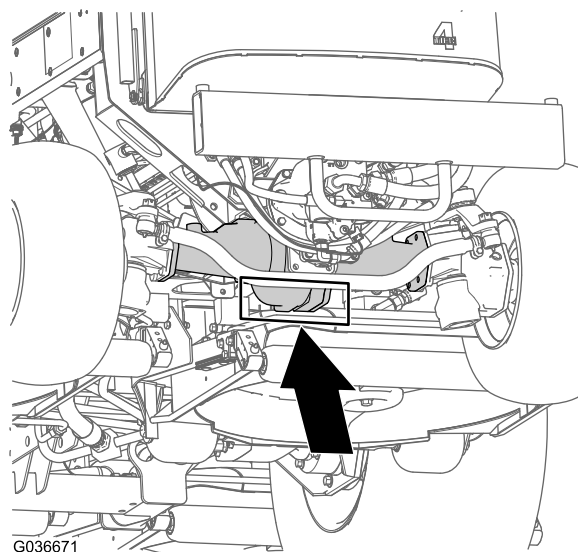

Figura 41
**Parte trasera de la máquina:** en el centro del eje (Figura 41)